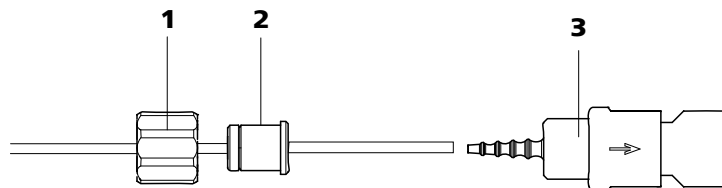

Figura 29 Instalación de una conexión de tubo de bomba con filtro
Para proteger el MSM de partículas extrañas o del crecimiento de bacterias se tiene que montar una conexión de tubo de bomba con filtro (6.2744.180) (29-3) (véase Figura 29, página 52) entre la bomba peristáltica y los capilares de entrada del MSM.
- **Caso A:** Conecte una conexión de tubo de bomba **con filtro** 6.2744.180 (véase Figura 29, página 52) o